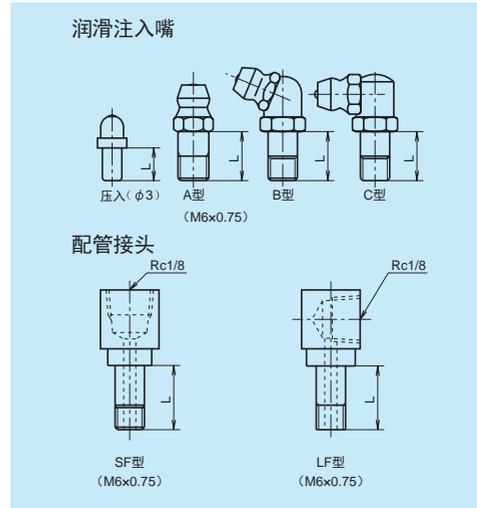

图 11 润滑脂注入嘴和专用配管接头
润滑脂注入嘴和专用配管接头如图 11、表 11 所示。根据双密封、护板，NSK K1 等及防尘零件，备有颈长 (L) 不同的润滑用零件。